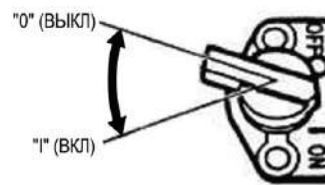

Рис. 8. Ключ питания
- переведите ключ питания в положение «0» (ВЫКЛ) (см. рис. 8);
- поверните ключ питания из положения «0» (ВЫКЛ) в положение «I» (ВКЛ) (см. рис. 8);